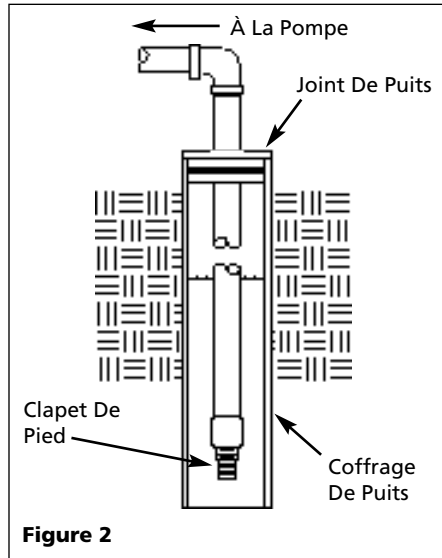

Figure 2
1. Installer un clapet de pied sur la première section de tuyau (voir Figure 2).